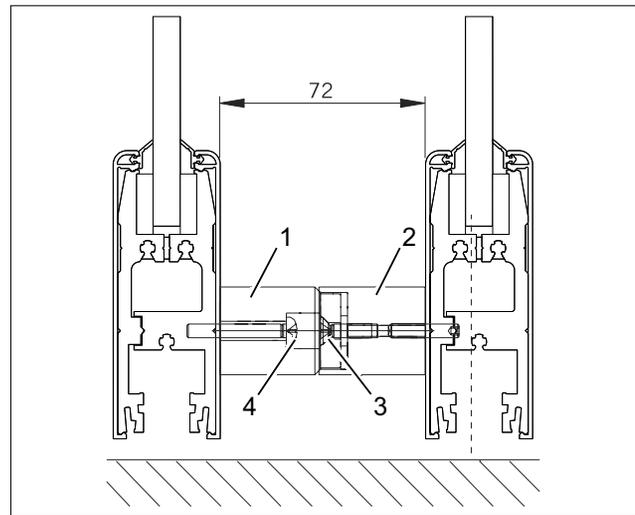

Abb. 52 Magnetfeststeller montieren
2. Haftkraft des Magneten (Abb. 52/1) einstellen. Dazu die Senkschraube (Abb. 52/4) um ca. eine ¼-Umdrehung im Uhrzeigersinn drehen. Senkschraube nicht zu oft drehen, da sich sonst der Schraubensicherungslack löst und der Lack erneuert werden muss.
3. Haftscheibe (Abb. 52/2) mittig zum Magneten ausrichten und befestigen. Bei Bedarf die Flachkopfschraube (Abb. 52/3) leicht lösen, um die Haftscheibe erneut auszurichten, und wieder festziehen.